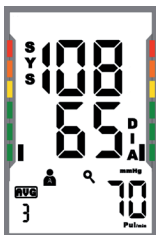

Abb. 8a
- Durch Drücken der Taste „On/Off START“ können Sie sich die Durchschnittswerte anzeigen lassen (s. Abb. 8a, nächste Seite). Die Zahl im Display unter „AVG“ gibt an, aus wie vielen der letzten Werte der Durchschnitt berechnet wurde. (Wie Sie diese Zahl ändern, lesen Sie bitte im Kapitel „Zeit-, Datums- und